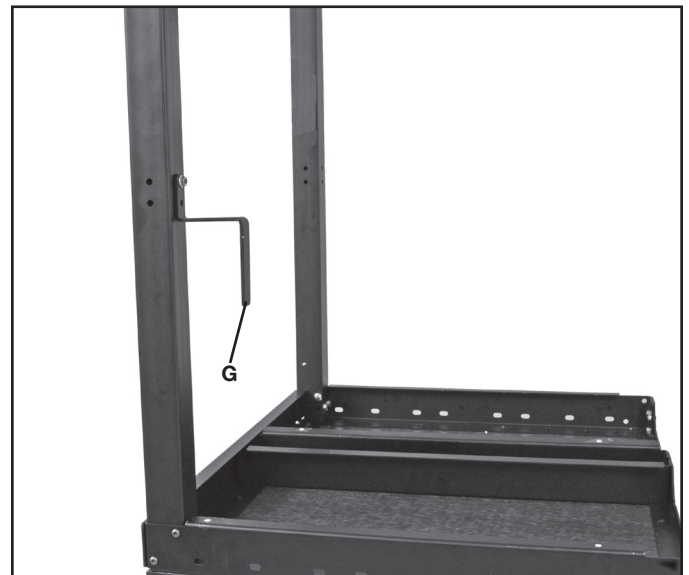

FIG. 4
Anexe los dos sujetadores de la guía se muestra uno en (G), Fig. 4 a las patas con cuatro tornillos de casquete con cabeza de botón hueca hexagonal de 1/4-20 x 63,5 mm (2 1/2 pulgadas) y cuatro tuercas de brida de 1/4-20 (F).
NOTA: Si está instalando la gaveta para almacenamiento de accesorios al banco para la guía de 914 mm (36 pulgadas), debe instalar los sujetadores de la guía del lado opuesto de las patas, como se muestra en la Fig. 4. El sujetador debe estar del lado de afuera para que, cuando vuelva a dar vuelta el banco a la posición correcta, no quede debajo de la tabla de banco.